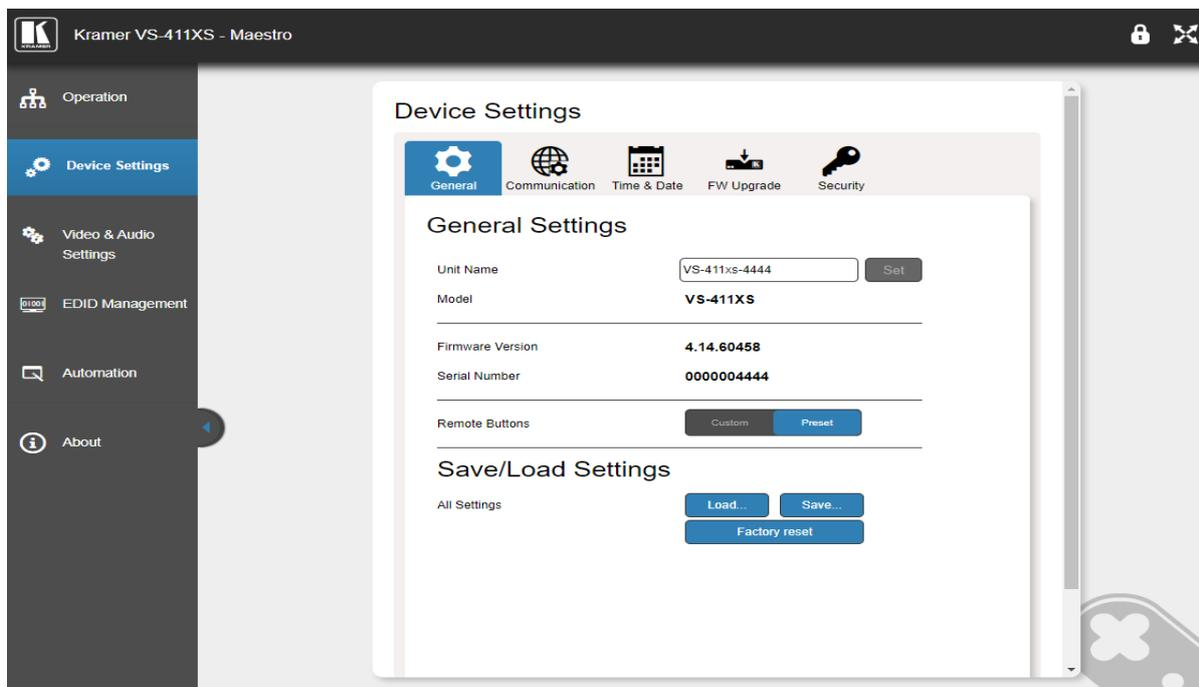

Рис. 19. Страница Device Settings (Настройки устройства) — General Settings (Общие настройки)
1. Кликните Device Settings (Настройки устройства) в списке навигации. Появляется страница Device Settings (Настройки устройства) с открытой закладкой General (Общие настройки) (см. рисунок. 19).